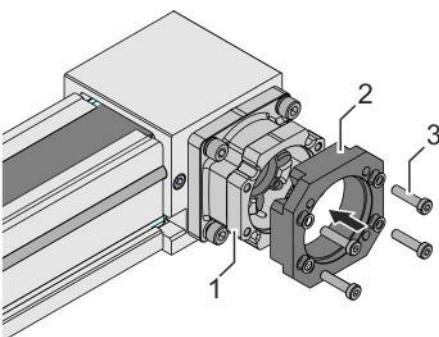

Abb. 20: Motorplatte montieren
8. ➤ Motorplatte (Abb. 20/2) auf das Kupplungsgehäuse (Abb. 20/1) setzen.
9. ➤ 4 Schrauben (Abb. 20/3) diagonal im Wechsel festziehen: